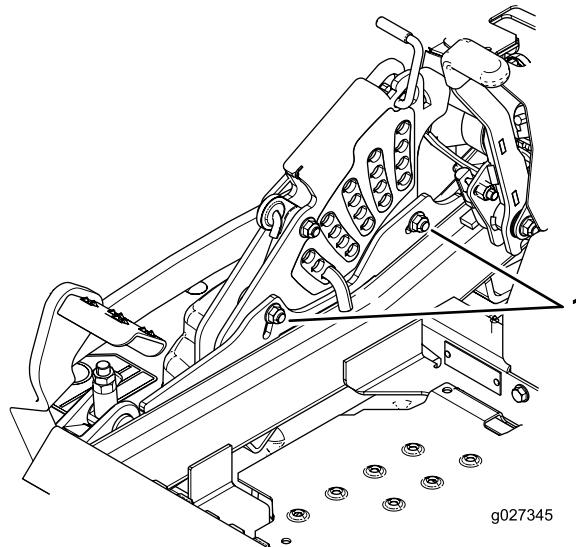

Figure 94
12. Pour régler le système monopoint, desserrez les 2 boulons au bas de la plaque de hauteur de coupe (Figure 94).
14. Serrez les 2 boulons au bas de la plaque de hauteur de coupe (Figure 94). T